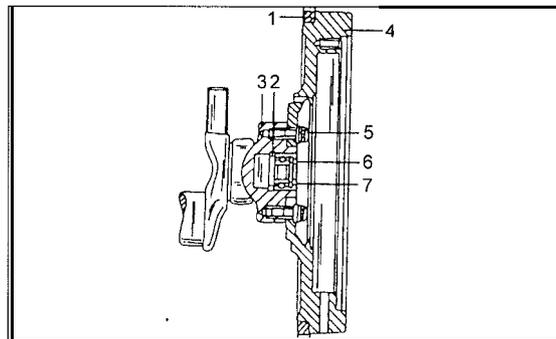
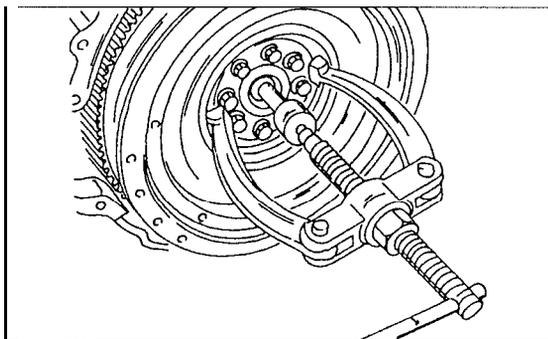

Bild 142
Bild 146
einer Linie liegen. In das Ende der Kurbelwelle ist ein Kugellager eingesetzt. Bei Fahrzeugen mit Schaltgetriebe ist ein Sicherungsring („7“, Bild 142) hinter das Kugellager (7) eingepresst, welches zum Schutz auf beiden Seiten mit so genannten „Viton“-Scheiben abgedeckt ist. Hinter dem Lager befindet sich ein Distanzring. Zum Ausziehen des Lagers, zusammen mit dem Sicherungsring, muss ein Abzieher benutzt werden, der die in Bild 146 gezeigte Form hat. Falls das Lager ausgebaut wurde, muss der Sicherungsring bei einem Motor für ein Schaltgetriebe eingepresst werden.